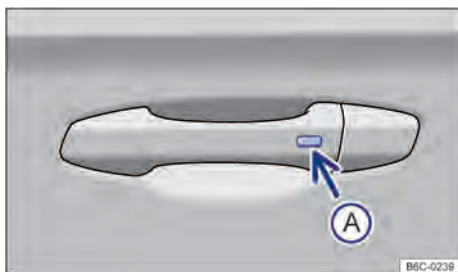

Fig. 49 Na maçaneta da porta: botão para destravar ou travar.
- 1 Pressionar o botão → Fig. 49 (A) no lado externo da maçaneta da porta.
- 2 Pressionar o botão → Fig. 49 (A) no lado externo da maçaneta da porta.
- Dentro de 5 segundos, pressionar o botão no lado externo da maçaneta da porta → Fig. 49 . Assim, não agarrar na maçaneta da porta. O sistema de travamento e partida Keyless Access sem chave está temporariamente desativado.
Um forte jato de água ou de vapor pode ativar as superfícies dos sensores nas maçanetas se, ao mesmo tempo, uma chave do veículo válida estiver na área de aproximação. Se no mínimo um vidro estiver aberto e a superfície do sensor → Fig. 49  em uma maçaneta da porta for ativada permanentemente, todos os vidros serão fechados. Se o jato de água ou de vapor se afastar brevemente da superfície do sensor → Fig. 49  de uma maçaneta da porta e voltar a ser direcionado para ela, possivelmente todos os vidros se abrirão.